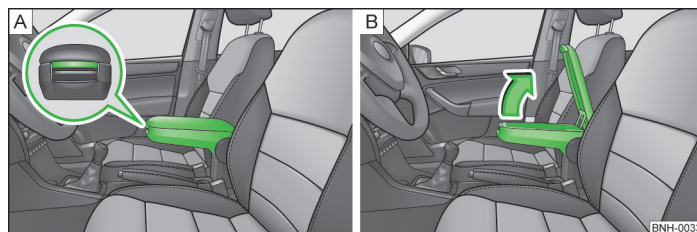

Fig. 33 Apoyabrazos/abrir compartimento guardaobjetos
- Pulsar la tecla en la zona delantera del apoyabrazos » fig. 33 - **A**.
- Plegar la tapa del compartimento guarda objetos hacia arriba » fig. 33 - **B**. ■